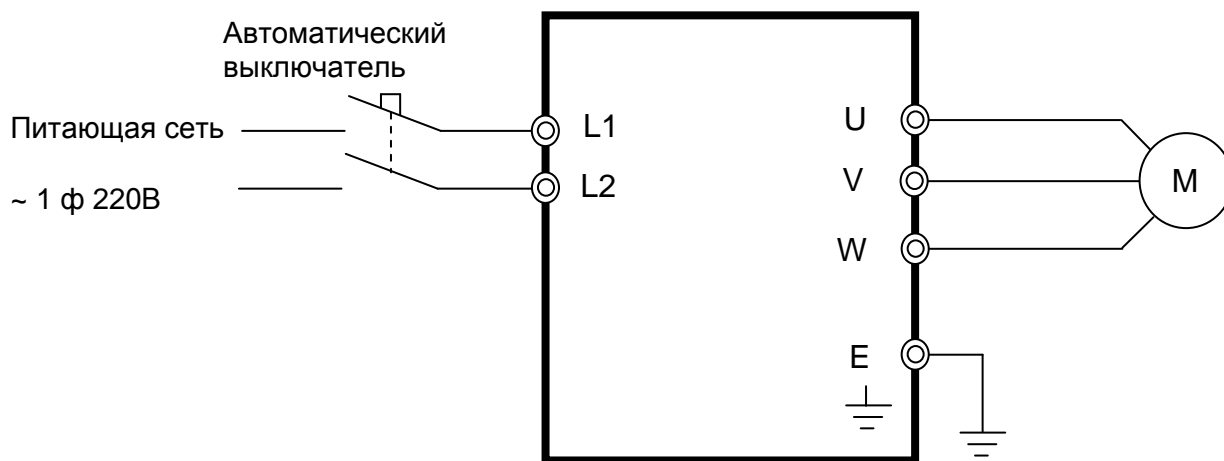

Рис. 8.2. Схема подключения силовых цепей ПЧ E4-8400-SP5L...S3L.
8.2. Подключить проверяемый ПЧ по схеме, приведенной на рис. 8.2 или 8.3.